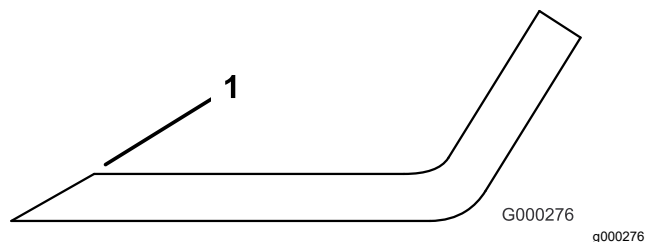

Figura 84
- Utilice una lima para afilar el filo de corte en ambos extremos de la cuchilla (Figura 84).
Nota: Si la cuchilla no está equilibrada, rebaje algo del metal en la parte de la vela solamente con una lima (Figura 84).